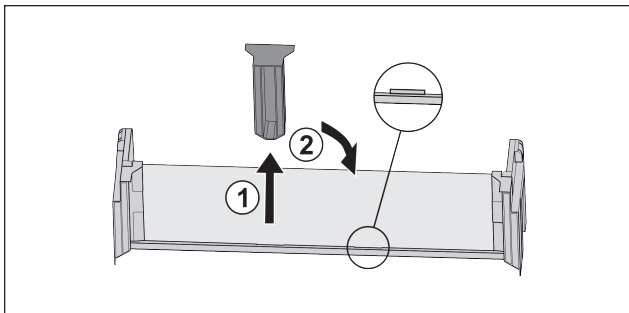

Fig. 118
- ▶ Middelste vasthoudeel lostrekken Fig. 118 (1).
- ▶ Middelste vasthoudeel in tweede positie inzetten Fig. 118 (2).